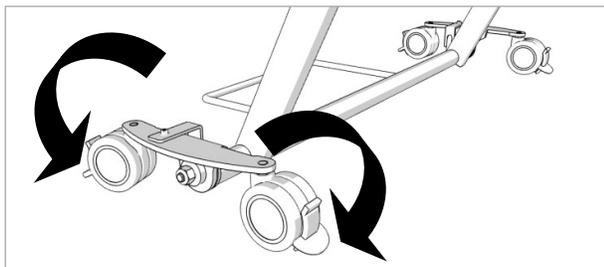

Figure 13.1
1. Pour verrouiller la roulette, appuyer ou marcher sur la partie inférieure du levier de frein tel qu'indiqué sur la Figure 13.1 jusqu'à ce que le levier se mette dans la nouvelle position.